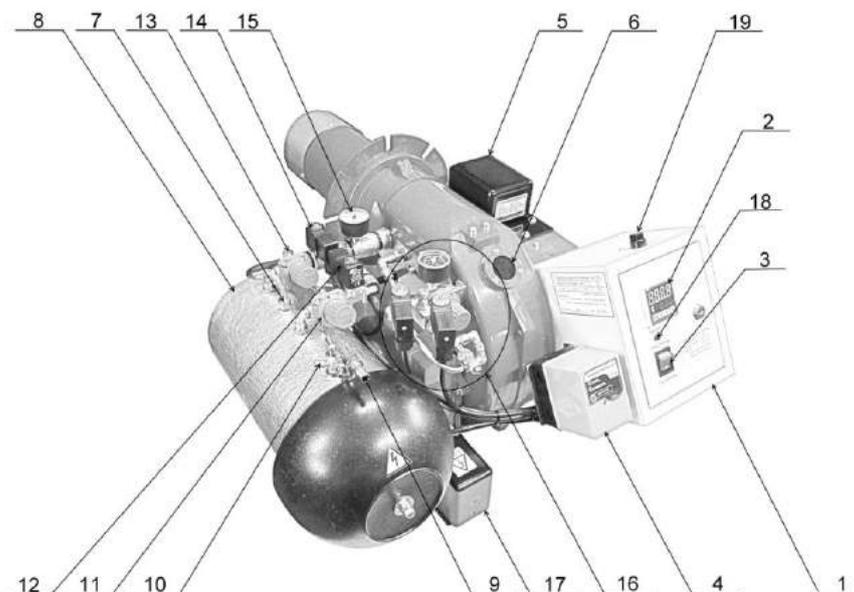
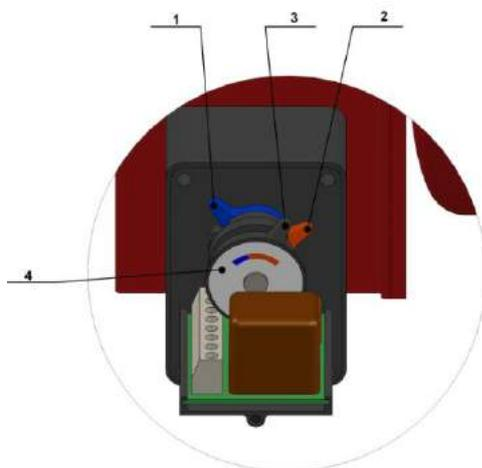
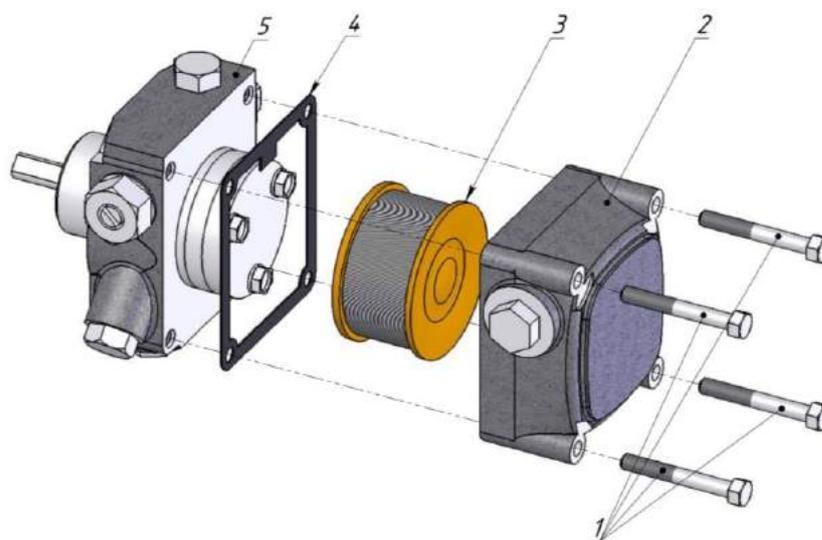
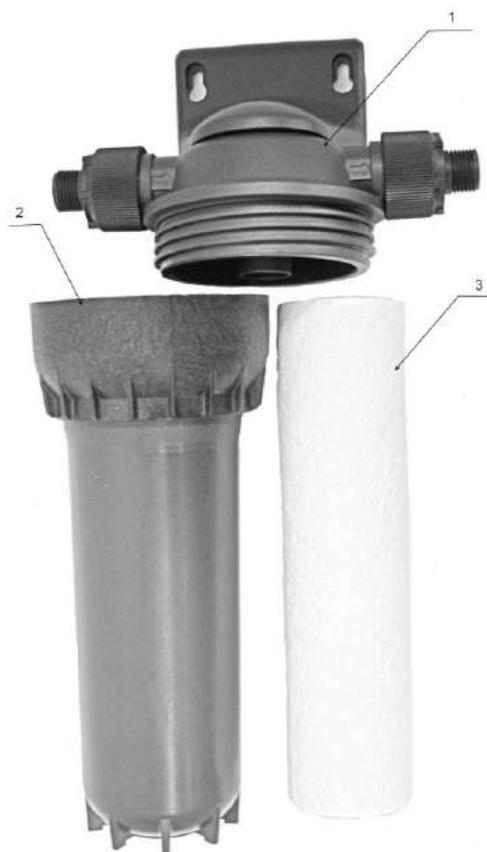

Рис.7. Органы управления и узлы контроля параметров Горелки.
Рис. 12.
Рис. 17. Схема разборки насоса
Рис.18. Фильтр тонкой очистки топлива.
- установить манометр давления топлива на горелку (Рис.7 поз.15);
- установить манометр давления первичного воздуха на горелку (Рис.7 поз.19)
- после выполнения монтажных работ схема обвязки должна выглядеть как на Рис.7а,б.
Температурный контроллер используется для точного поддержания оптимальной температуры от 20 до 71 °С топлива в подогревателе топлива (Рис. 7, поз. 8) и подачи команды запуска Горелки на топочный автомат AL1 гаснет при достижении температуры масла 6 °С менее заданной.
Установите электрический переключатель (Рис. 7, поз. 3) в положение 1 ступень. Установите давление топлива 1-ой ступени в пределах от 0,05 до 0,4 бар с помощью регулятора давления топлива первой ступени (Рис. 7, поз. 11), давление контролируйте по манометру (Рис. 7, поз. 15), выставьте параметры первичного и вторичного воздуха. Рекомендации даны ниже.
Установите электрический переключатель (Рис. 7, поз. 3) в положение 2-я ступень. Установите давление топлива 2-ой ступени от 0,2 до 0,8 бар с помощью регулятора давления топлива второй ступени (Рис. 7, поз. 13), контролируйте давление по манометру (Рис. 7, поз. 15), выставьте параметры первичного и вторичного воздуха рекомендации даны ниже.
Электропривод воздушной заслонки (Рис. 7, поз. 17) обеспечивает поворот заслонки на 90 град. за 4 сек. Для обеспечения качества процесса горения, необходимо выставить синим рычагом положение воздушной заслонки на первой ступени 0-10 град. и оранжевым рычагом на 2-ой ступени 30-90 град. Черный рычаг замыкает контакты на включение электромагнитного клапана на 2-ой ступени. Он должен находиться между синим и оранжевым рычагами.
Установите электрический переключатель (Рис.7 . поз. 3) в положение 1-я ступень. Установите давление топлива 1-ой ступени от 0,05 до 0,2 бар с помощью регулятора давления топлива первой ступени (Рис.7 , поз. 11), контролируйте давление по манометру (Рис. 7, поз. 15), выставьте параметры первичного воздуха (Рис.11) и контролируйте по манометру (Рис. 11, поз. 9) давление для AL-15V 0,5-1,5 бар, для AL-25V, AL-35V 0,8-1,8, AL-35T 0,8-3,0 бар. Снимите защитный кожух с привода воздушной заслонки (Рис. 7, поз. 17). Синий рычаг положения воздушной заслонки 1-ой ступени (Рис.12, поз. 1) должен быть в синей зоне шкалы на отметке 0-10.
Установите электрический переключатель (Рис. 7, поз. 3) в положение 2-я ступень. Установите давление топлива 2-ой ступени от 0,2 до 1,0 бар с помощью регулятора давления (Рис. 7, поз. 13), контролируйте давление по манометру (Рис. 7, поз. 15). Оранжевый рычаг положения воздушной заслонки 2-ой ступени (Рис. 12, поз. 2) должен быть в оранжевой зоне шкалы на отметке 30-90.
После того как температура в подогревателе топлива (Рис. 7, поз. 8) стала на 6 °С ниже заданной на температурном контроллере (Рис. 8) выключается AL-1 и подается команда на включение Горелки. На блоке управления Горелкой загорается зеленый индикатор «Сеть» (POWER) и Горелка находится в режиме ожидания, готовая к запуску.
3.4.9 Индикатор АВАРИЯ (Рис.7 поз.18)
Для предотвращения данной ситуации, в огневой трубе установлен температурный датчик, отключающий горелку при достижении температуры 90 °С. При этом светится индикатор АВАРИЯ (Рис.7 поз.18) . Для сброса сигнала АВАРИЯ, открутите декоративный колпачок (Рис.7 поз.19) и нажмите кнопку СБРОС АВАРИИ, ее нужно утопить на 1-2 см до щелчка, после чего индикатор АВАРИЯ погаснет.
3.5.2. Заполните топливом всасывающий трубопровод, насос, фильтр и топливный бак Горелки. Для чего в комплекте топливного насоса предусмотрен кабель (Рис.14 поз.6) с вилкой прямого питания от сети 220 В, соедините кабель (поз.6) с разъемом топливного насоса (поз.5). На топливном баке Горелки есть кран сброса воздуха (Рис. 7, поз. 10). Подключите топливный насос напрямую к сети 220 В и откройте кран сброса воздуха. Через шланг начнет стекать масло с пузырьками воздуха. Когда воздух будет полностью удален, закройте кран. Питание насоса подключите по постоянной схеме.
ВНИМАНИЕ! Перед подачей напряжения на Горелку обязательно заполните топливный бак Горелки (Рис.7 поз.8). В противном случае существует опасность выхода из строя ТЭНов топливного бака.
Установите электрический переключатель (Рис. 7, поз. 3) в положение 1-я ступень. Работа на 1-ой ступени должна обеспечивать мягкий пуск Горелки без хлопков. Установите давление топлива 1-ой ступени от 0,05 до 0,2 бар с помощью регулятора давления топлива первой ступени (Рис. 7, поз. 11), контролируйте давление по манометру (Рис. 7, поз. 15), выставьте параметры первичного воздуха (Рис. 11) и контролируйте по манометру (Рис. 11, поз. 9) давление для горелки AL-15V 0,5-1,5 бар, для горелок AL-25V, AL-35V 1,0-2,2 бар для горелки AL-35T 1,0-3,0 бар. Снимите защитный кожух с привода воздушной заслонки (Рис. 7, поз. 17). Синий рычаг положения воздушной заслонки 1-ой ступени (Рис. 12, поз. 1) должен быть в синей зоне шкалы на отметке 0-10.
Запустите Горелку п. 3.5. Возьмите отбор проб, если содержание СО₂ в отходящих газах отличается от 11-13% проведите регулировку вторичного воздуха (Рис. 12, поз. 1).
Возьмите отбор проб на сажное число, если сажное число менее 1, необходимо уменьшить подачу вторичного воздуха, перемещая синий рычаг влево, если больше - вправо но, не выходя за синюю зону шкалы. (Рис. 12, поз. 1).
Установите электрический переключатель (Рис.7, поз. 3) в положение 2-я ступень. Установите давление топлива 2-ой ступени от 0,2 до 1,0 бар с помощью регулятора давления топлива второй ступени (Рис. 7. поз. 13), контролируйте давление по манометру (Рис. 7, поз. 15). Оранжевый рычаг положения воздушной заслонки 2-ой ступени (Рис. 12, поз. 2) должен быть в оранжевой зоне шкалы на отметке 30-90.
Возьмите отбор проб, если содержание CO₂ в уходящих газах отличается от 11-13% проведите регулировку вторичного воздуха (Рис. 12, поз. 2).
Возьмите отбор проб на сажное число, если сажное число менее 1 необходимо уменьшить подачу вторичного воздуха, перемещая оранжевый рычаг влево, если больше 3 нужно перемещать вправо но, не выходя за оранжевую зону шкалы. (Рис.12. поз. 2).
Черный рычаг (Рис. 12, поз. 3) включения электромагнитного клапана (подачи топлива) 2-ой ступени, должен быть между синим и оранжевым рычагом. Положение черного рычага должно обеспечивать стабильный переход как с первой ступени на вторую, так и обратно.
- следить за давлением топлива манометр (Рис.7 поз. 15), подаваемого на форсунку;
- при падении давления топлива манометре на 0,05 бар (Рис.7 поз.15) проверить состояние фильтра насоса (Рис.17 поз.3) выполнить очистку фильтра топливного насоса п.4.5.1, произвести замену фильтрующей вставки (Рис.18 поз.3) фильтра тонкой очистки п.4.5.2;
5. Проверка работы топливного насоса (Рис. 17).
7. Проверка загрязнения фильтра топливного насоса (Рис.17) и фильтра тонкой очистки (Рис.18).
Для выполнения технического обслуживания топливного насоса (Рис. 17) необходимо открутить 4 болта 1, снять крышку насоса 2 и прокладку 4, провести ежемесячный регламент работ по очистке фильтра 3.
Для сборки насоса (Рис. 17) необходимо установить прокладку насоса 4 на нагнетательный узел 5, фильтр 3 установить в крышку 2, все смонтировать болтами 1 в соответствующие пазы корпуса насоса.
4.5.2 Обслуживание фильтра тонкой очистки заключается в замене фильтрующих вставок из полипропилена, размер 10"-20", фильтрующая способность 20 мкм. Для замены отверните колбу фильтра (Рис.18 поз.2), от корпуса фильтра (Рис. 18 поз.1), замените фильтрующую вставку (Рис.18 поз.3), установите колбу на место. Замена вставок производится ежемесячно при сильной загрязненности масла еженедельно.
Корпус насоса проверяется на наличие механических повреждений, масляных подтеков со стороны прокладки 4, а также проверяется герметичность болтовых соединений 1 (Рис. 17).
Очистка топливного насоса проводится ежемесячно, при сильном загрязнении топлива – еженедельно в течение всего отопительного сезона, предварительно демонтировав его, согласно пункту 4.5.1 (Рис. 17), в виде продувки фильтра сжатым воздухом. После сбора насоса, согласно пункту указанному выше, необходимо промыть его дизельным топливом.